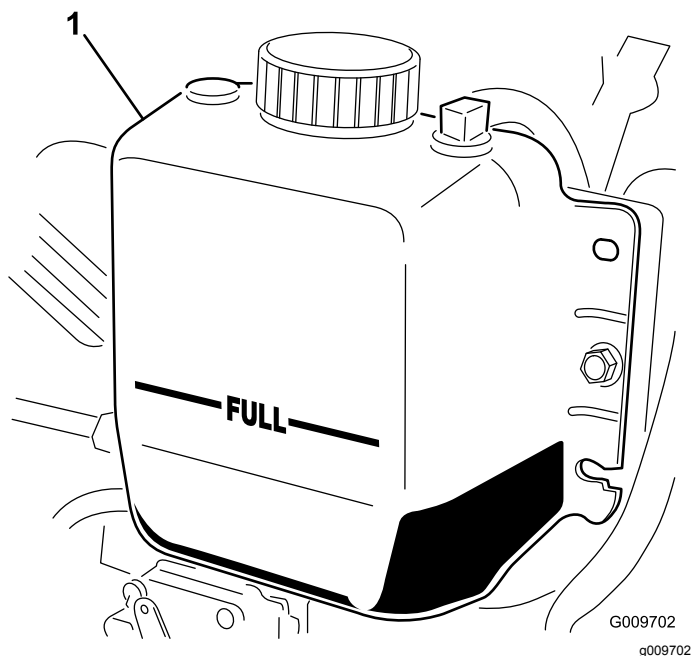

Figure 90
2. Vérifiez le niveau du liquide de refroidissement dans le radiateur. Le radiateur doit être rempli jusqu'en haut du goulot de remplissage et le vase d'expansion jusqu'au repère MAXIMUM (Figure 90).